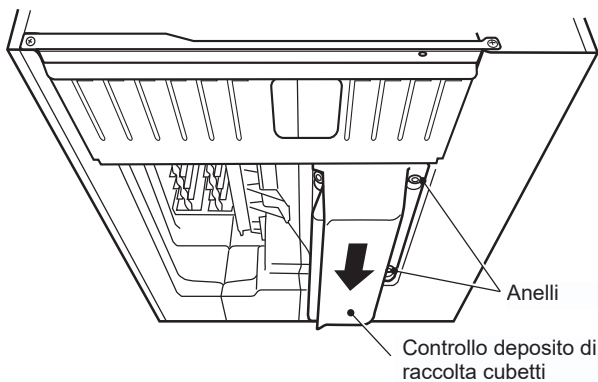

Fig. 6
- 7) Agganciare il controllo deposito di raccolta cubetti alla parete interna sul lato destro, tenendo sollevato il cavo del controllo deposito. Quindi spingere il controllo deposito sul fondo della macchina, facendolo scorrere verso la parte posteriore fino allo scatto. Assicurarsi che le asole sul lato destro del controllo deposito siano posizionate saldamente sugli anelli al fondo della macchina. Vedere Fig. 6.